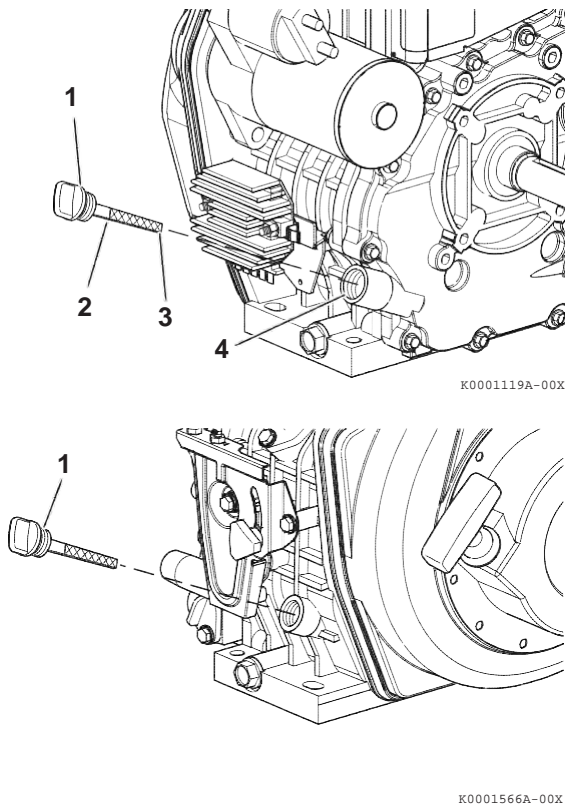

Figura 3
2. Togliere il tappo/asta di livello dell'olio (**Figura 3, (1)**) dall'uno o l'altro lato e tergere l'asta con uno straccio pulito.
4. Togliere il tappo/asta di livello dell'olio. Il livello dell'olio deve essere compreso tra le linee superiore (**Figura 3, (2)**) e inferiore (**Figura 3, (3)**) dell'asta di livello.
5. Reinscrivere completamente il tappo/asta di livello dell'olio (**Figura 3, (1)**) e serrare a mano. Un serraggio eccessivo del tappo/asta di livello olio lo danneggerà.
2. Rimuovere il tappo/astina di livello dell'olio (**Figura 3, (1)**).
6. Reinscrivere completamente il tappo/asta di livello dell'olio (**Figura 3, (1)**) e serrare a mano. Un serraggio eccessivo del tappo/asta di livello olio lo danneggerà.